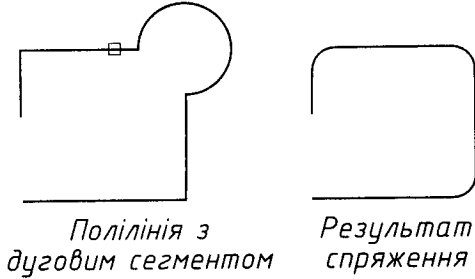

Рис. 4.18
**Опції:** Polyline — використовується тоді, коли потрібно побудувати дуги спряження у всіх точках перетину лінійних сегментів двовимірної полілінії. Якщо два лінійні сегменти полілінії розділені дугою, але при своєму продовженні вони прямують в одну точку, AutoCAD замінює цю дугу дугою спряження (див. рис. 4.18). Після вибору опції виводиться запит на вибір полілінії (Select 2D polyline:).